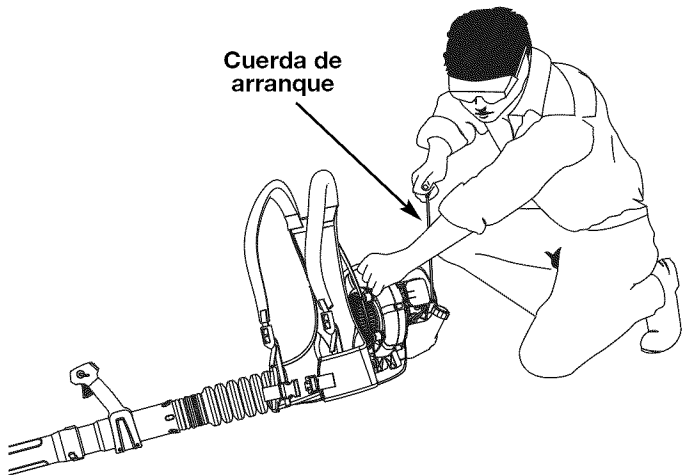

Fig. 13
ADVERTENCIA: Evite los arranques accidentales. Colóquese en posición de inicio cuando tire de la cuerda de arranque (Fig. 13). El operador y la unidad deben estar en una posición estable al arrancar la unidad para evitar graves lesiones personales. Para evitar lesiones personales graves, asegúrese de que los tubos de la sopladora estén colocados antes de hacer funcionar la unidad.
5. Colóquese en la posición de arranque (Fig. 13) y tire de la cuerda de arranque 5 veces con un movimiento suave y rápido.